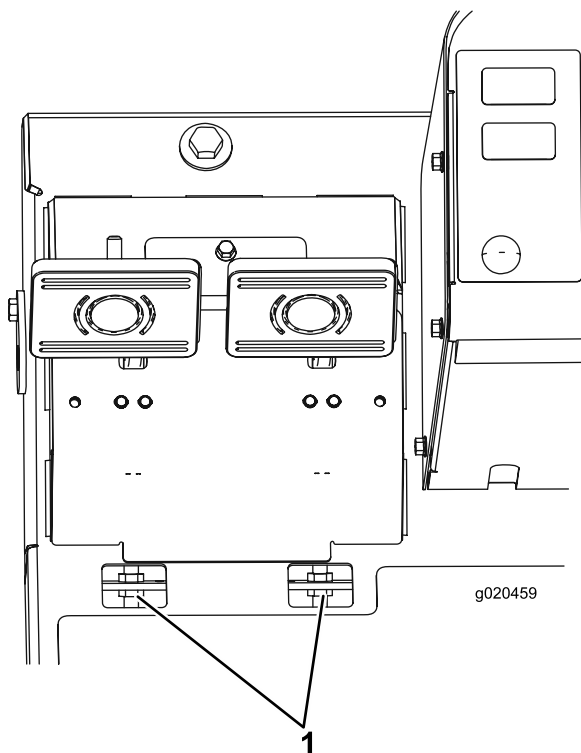

Рисунок 67
- В. Отпустите переднюю гайку на резьбовом конце гибкого тросика тормоза (Рисунок 67).